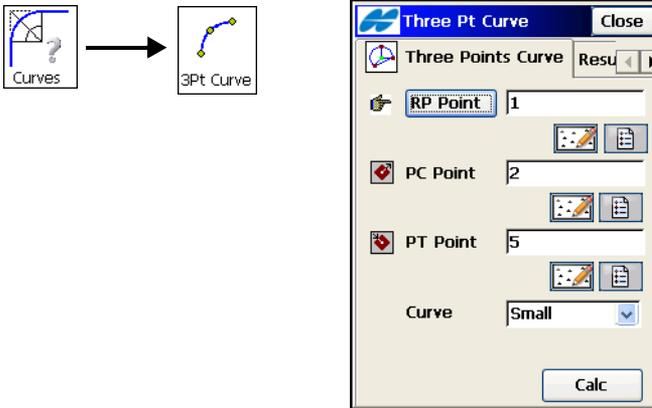

Abbildung 10-10. Kurve durch drei Punkte
1. Geben Sie im Fenster **Kurve aus 3 Punkten** die Ausgangsdaten für die Funktion ein. Je nach gewähltem ersten Punkt sieht das Fenster anders aus (Abbildung 10-10).